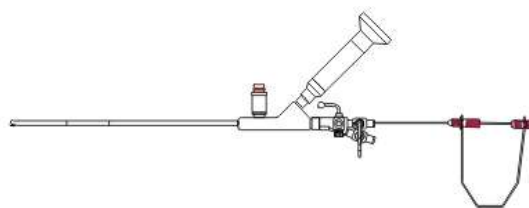

Figura 2
- Introduza a ponta da pinça recolhida no canal de trabalho do endoscópio (figura 2);